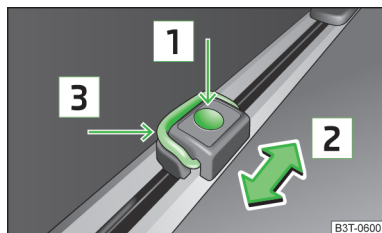

Abb. 102
- › Die Taste **1** » Abb. 102 drücken und die Verzurröse in die gewünschte Position in Pfeilrichtung **2** schieben.
- › Den Bügel **3** » Abb. 102 hochklappen und z. B. das Befestigungsnetz anbringen.